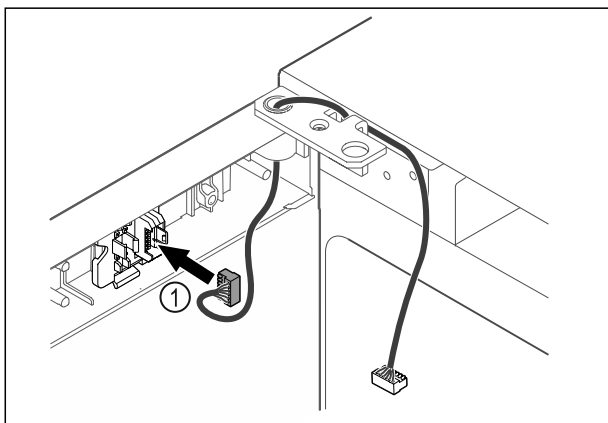

Fig. 44
- Вставити штекер Fig. 44 (1) в кріплення штекера.